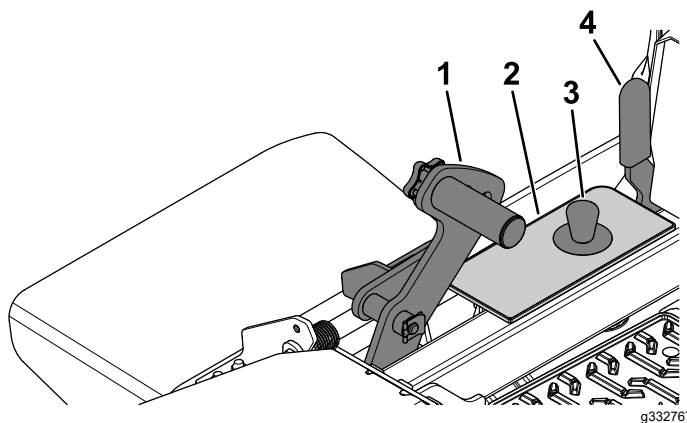

Figura 29
1. Apăsai complet în față pedala pentru ridicarea punii pentru a bloca puntea mainii de tuns iarba în poziția de TRANSPORT (de asemenea, poziția înălțimii de tăiere la 140 mm) conform Figura 29.
2. Pentru reglare, îndepărtați tiftul din consola pentru înălțimea de tăiere (Figura 29).
3. Selectați un orificiu din consola pentru înălțimea de tăiere care corespunde înălțimii de tăiere dorite i introduceți tiftul (Figura 29).